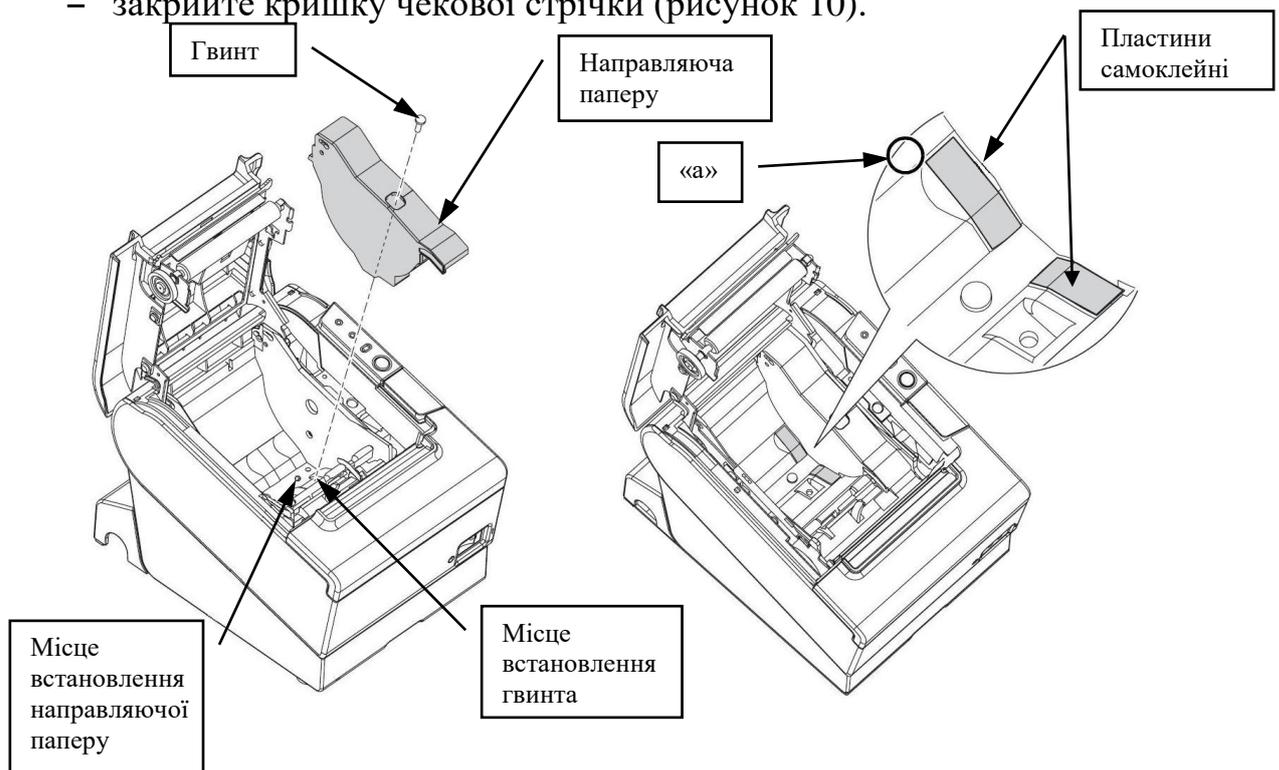

Рисунок 12 – Зміна ширини паперу
- встановити направляючу паперової стрічки (рисунок 12), щоб виступ знизу опинився напроти отвору;
- приклеїти дві пластини самоклеїні, як показано на рисунку 12. Переконайтесь, що відстань (рисунок 12 вид «а») між верхнім краєм пластини та краєм направляючої паперу, складає не більше 0,5 мм;